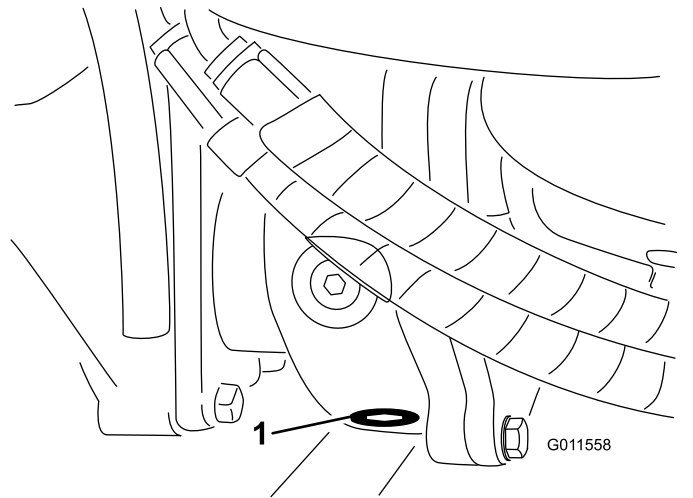

Figura 87
5. Limpie la zona alrededor del tapón de vaciado en la parte inferior de la caja de engranajes (Figura 87).